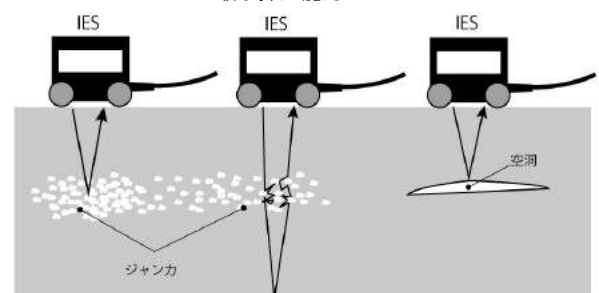

図4 ジャンカ（左、中央）・水平クラック（右）の探査
- (7) ジャンカ・水平クラックの探査 : ジャンカでは、その状態によって健全部より深く測定される場合(図4中央)と浅く測定される場合(図4左)があります。また構造物の内部にできる水平クラック(図4右)では、健全部よりも浅く測定されます。なお垂直クラックの深度の測定はできません。